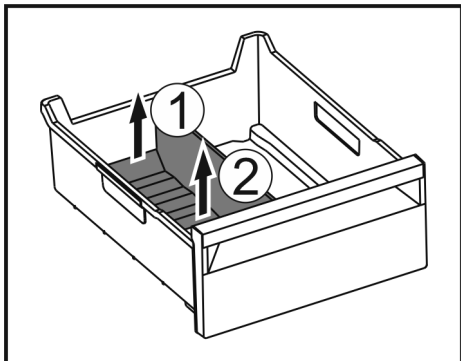

Fig. 186
- ▶ Приподнимите заднюю часть разделителя отделения для льда. Fig. 186 (1)
- ▶ Извлеките разделитель отделения для льда движением вверх. Fig. 186 (2)